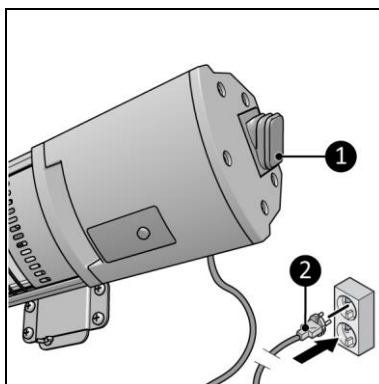

Figura 12
2. Asigurați-vă că comutatorul ON/OFF (PORNIT/OPRIT) se află în poziția OFF (Oprit) (Figura 12, poz. 1).
3. Introduceți ștecherul (Figura 12, poz. 2) într-o priză cu împământare, care este ușor accesibilă. Utilizați o priză de perete cu împământare, cu o putere minimă de 2500 Watt.
1. Asigurați-vă că comutatorul ON/OFF (PORNIT/OPRIT) se află în poziția OFF (Oprit) (Figura 12, poz. 1).
2. Deconectați ștecherul de la priză (Figura 12, poz. 2).